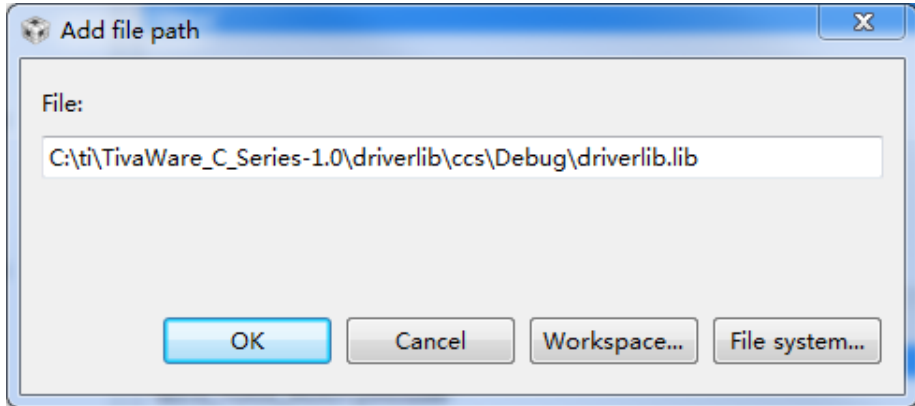

图 2-19 TivaWare 外设驱动库的引用
- (1) 完成硬件的连接，连接方式和实验一一致；
- (2) 建立新的 CCS 工程，工程名为“CH2\_3”，将工程放入到新建的文件夹“CH2\_3”中。
- (3) 设置工程的编译属性中的包含路径，第一章和前面的实验都有相关描述。
- (4) 设置工程的链接属性。将 TivaWare 的外设驱动库加入到工程中，以便引用。做过实验二并能理解其过程后，加入 TivaWare 外设驱动库的过程就是找到这个库的位置的过程。在工程的属性对话框中选“ARM Linker”下的“File Search Path”，在“Include library file or command file as input”中加入对 TivaWare 外设驱动库引用，如图 2-19 所示。